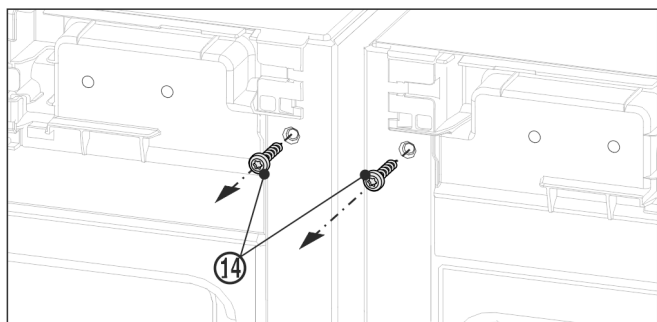

Fig. 12
- Pred montážou horného uholníka vyskrutkujte obe uzemňovacie skrutky Fig. 12 (14).